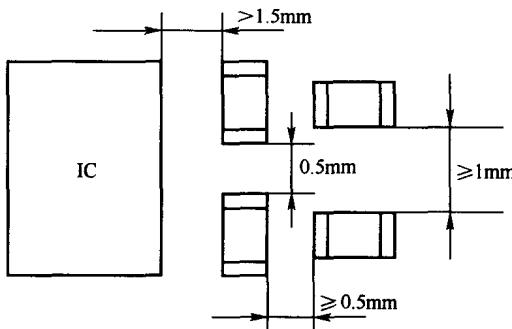

图 1-4 片状电阻的间距要求
① 片状电阻可以采用 0402 最小尺寸的电阻，以求得印制板的最小尺寸，但要注意电阻之间的距离要满足图 1-4 所示的要求，或根据 SMT 设备拾放头的要求来确定。